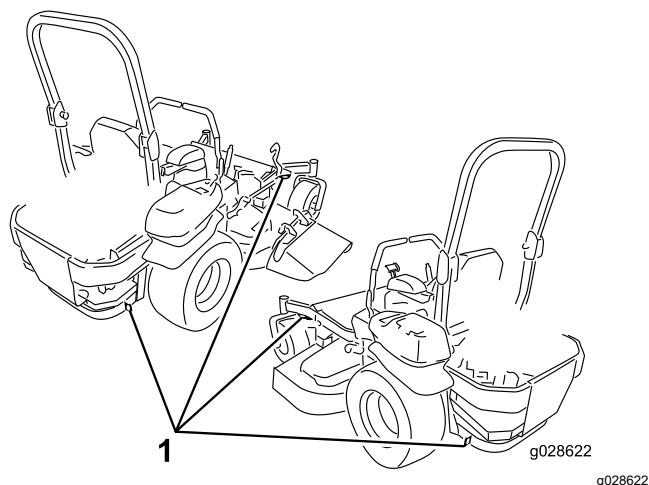

Рисунок 44
6. С помощью строп, цепей, тросов или канатов закрепите машину в точках, расположенных рядом с передними поворотными колесами и на заднем бампере (Рисунок 44). Изучите местные нормативные документы по требованиям к креплению оборудования.